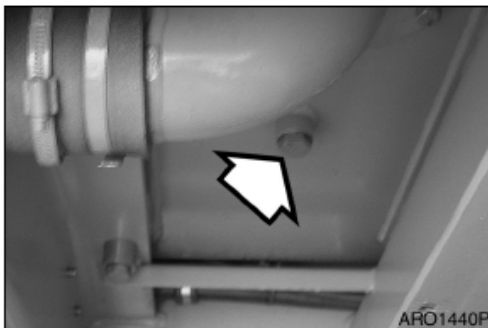

Figura 17
B. Drene el exceso de aceite a través del tapón de drenaje (Figura 17) situado en el fondo del depósito y recójalo en un contenedor apropiado.